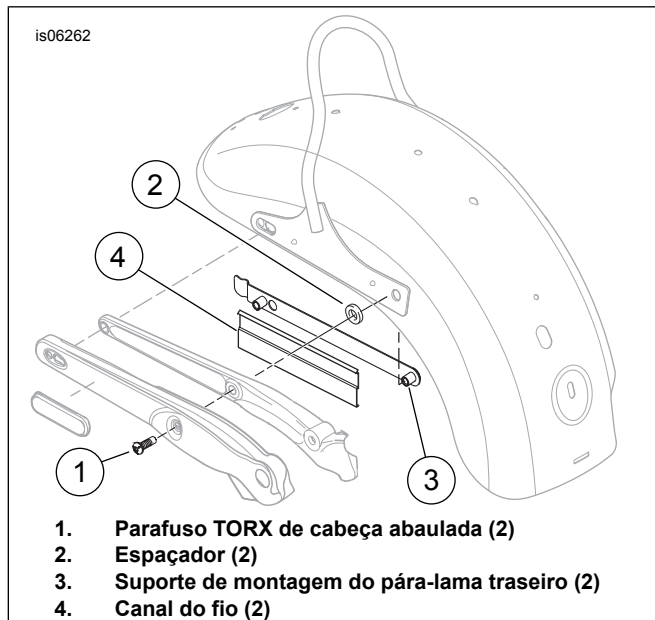

Figura 6. Pára-lama traseiro (FXDWG)
1. Veja a Figura 6. **Em um lado do veículo**, remova e descarte o parafuso TORX® (1) que fixa a tampa do suporte do pára-lama, o espaçador (2), a sissy bar, o pára-lama traseiro e o suporte de montagem (3) no suporte do pára-lama. Remova o parafuso comprido inserido sem apertar anteriormente para manter a parte traseira do pára-lama posicionada. Anote a posição e a orientação do canal plástico do fio (4) no suporte. Remova com cuidado o canal do suporte.
1. Veja a Figura 6. Oriente a fiação para a frente atrás dos canais da fiação (4) em cada lado do veículo e através do furo da fiação no pára-lama no módulo STT na área embaixo do assento.